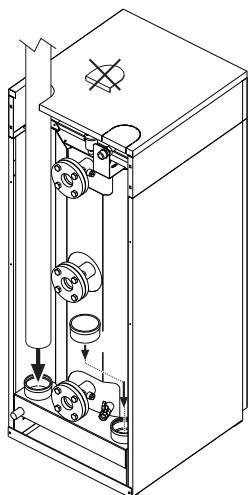

fig. 34 - Salida de humos
**!** Todos los aparatos están dotados de dos conexiones a chimenea para mayor flexibilidad de montaje. Utilizar una sola salida y cerciorarse de que la otra esté bien tapada (ver fig. 34). En el caso de instalación en cascada con salidas de humo conectadas a una sola chimenea o a un colector, **es obligatorio instalar en cada salida una válvula antirreflujo de humos** para evitar anomalías de funcionamiento o condiciones de peligro. Se recomienda el uso de los kits opcionales FERROLI con válvulas antirretorno.